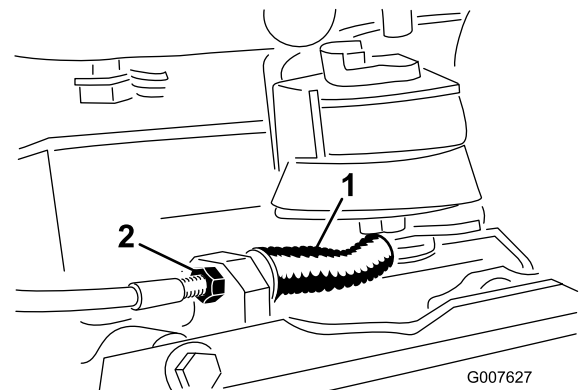

図 27
3. ケーブルの張りを強くするには、ケーブルの前ジャムナットをゆるめて後ジャムナット（図 27）を締めつけ、ブレーキを掛けるのに必要な力が 2.3～3.1 kg になるように調整する。力の計測はレバーのノブの部分で行う。ブレーキ・バンドが締めまりっぱなしにならないよう注意すること。